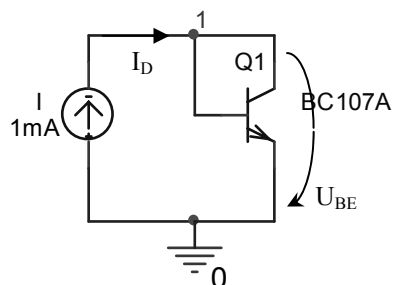

Figura 5.56. Schema de testare a tranzistorului funcționând ca senzor de temperatură
1. Înlocuiți dioda din schema din figura 5.54 cu joncțiunea bază-emitor a unui tranzistor bipolar, la care legați baza cu emitorul, ca în figura 5.56.